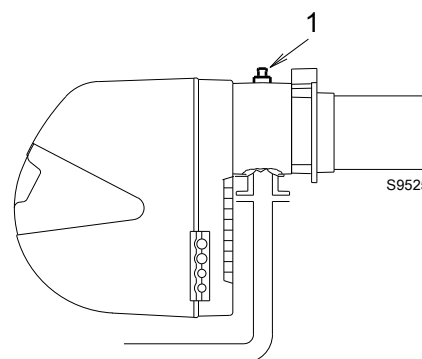

图 22
在测试点 1)(图 22) 处测得的燃气压力，其中：
- 用在测试点 1)(图 22) 处测量的燃气压力减去炉膛压力。
燃烧器以最大比调出力运行测试点 1)(图 22) 处的燃气压力=11.4 mbar
计算测试点 1)(图 22) 处所需燃气压力，将燃烧器以最大出力运行：
读出右边栏 1 所示测试点 1)(图 22) 处压力。
测试点 1)(图 22) 所需的压力。